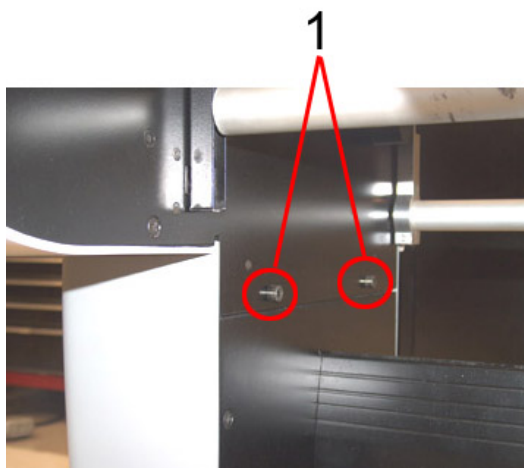

Figura 9. Sujeción de la unidad superior al travesaño mediante dos tornillos
7. Coloque la **unidad superior** encima de las dos columnas laterales. Atornille los tornillos de la izquierda y de la derecha (Figura 9). Repita este procedimiento en el lado opuesto.